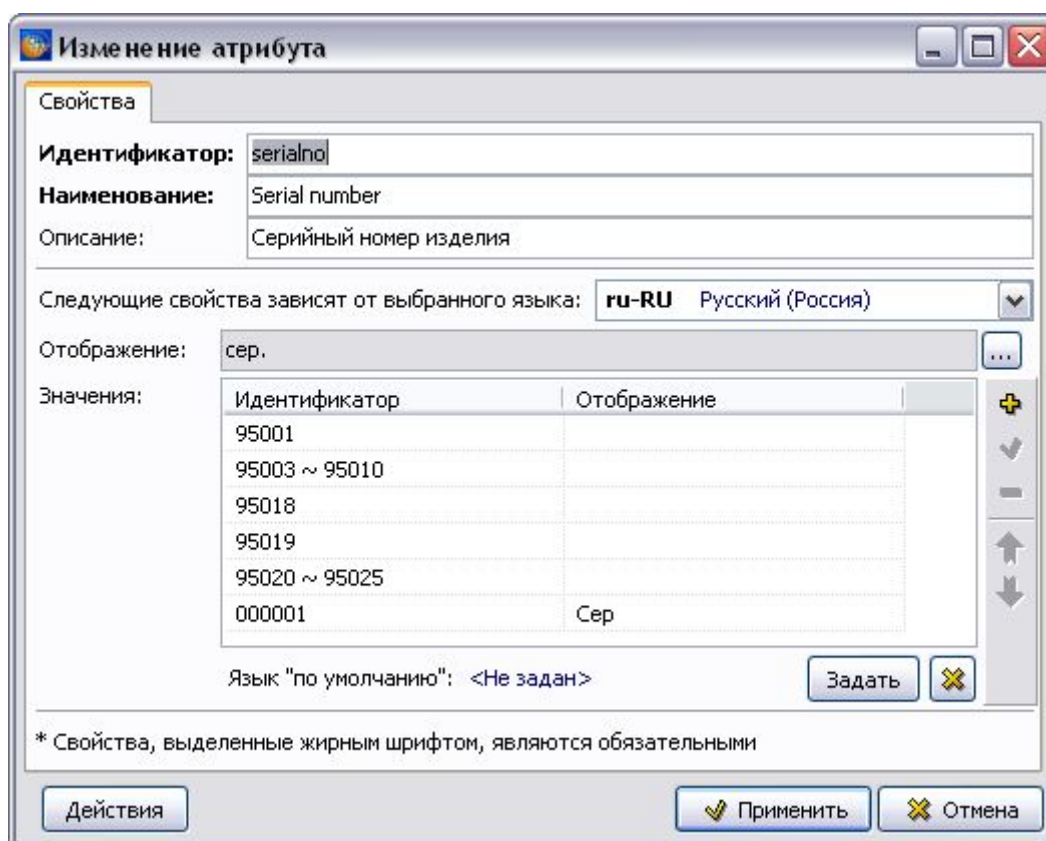

Рис. 2.162
- Для изменения свойств атрибута / условия в окне **Анализ изделий** выделите название атрибута/ условия в столбце «Элемент» и нажмите на кнопку **Изменить**. В окне **Изменение атрибута / Изменение условия** отредактируйте свойства и значения атрибута / условия. Пример окна для редактирования свойств атрибута показан на Рис. 2.162.